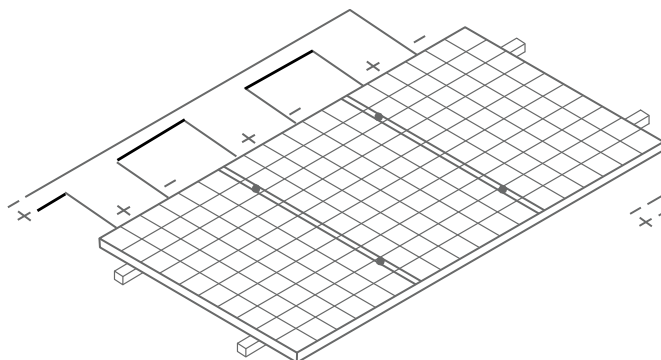

图 8 串联方式
- 不要在同一太阳能光伏系统中使用不同型号的组件。当组件串联在一起时，每串电压不能超过系统最大电压（串联方式如下图 8）。组件最大串联数参考公式：组件最大系统电压/(1.25*开路电压)。